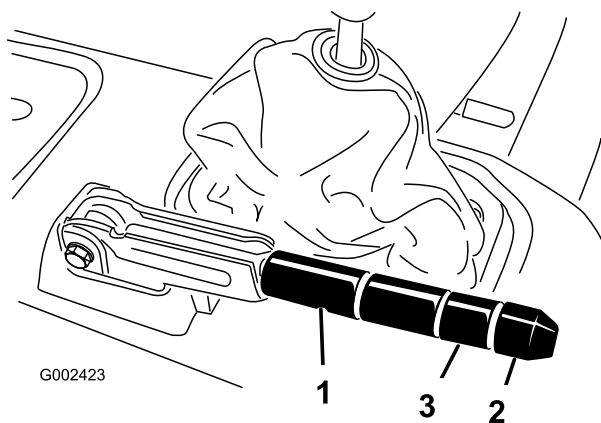

Figura 64
2. Afloje el tornillo de fijación que sujeta el pomo a la palanca del freno de estacionamiento (Figura 64).